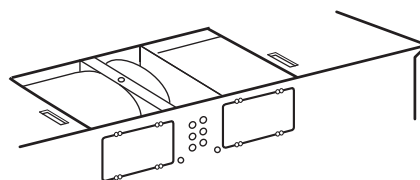

Ilustración 24
5. Colocar la unidad del ventilador nuevamente en el horno microondas. Asegurarse de que los cables no están dañados. Consultar Ilustración 24.